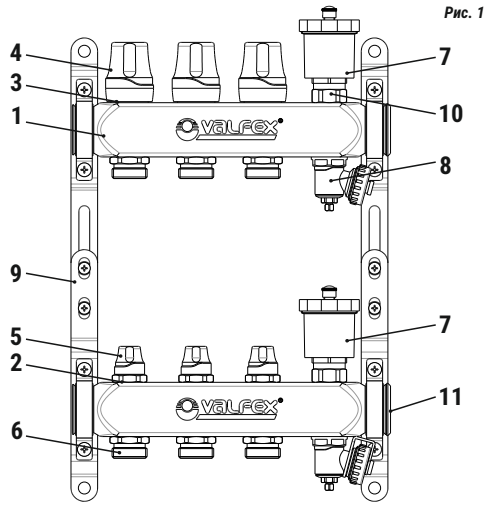

Рис. 1
2.1. Состав коллекторной группы (Рис.1)